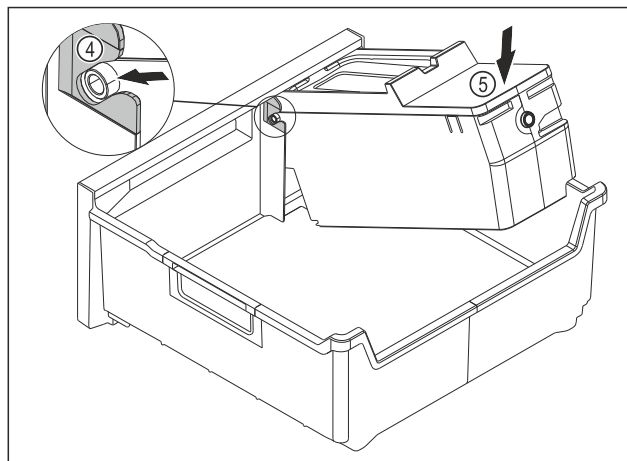

Fig. 135
- ▶ Montaż korpusu EasyTwist-Ice: Wsunąć osie korpusu EasyTwist-Ice w prowadnice Fig. 135 (4).
- ▶ Docisnąć korpus EasyTwist-Ice Fig. 135 (5) z tyłu do dołu.